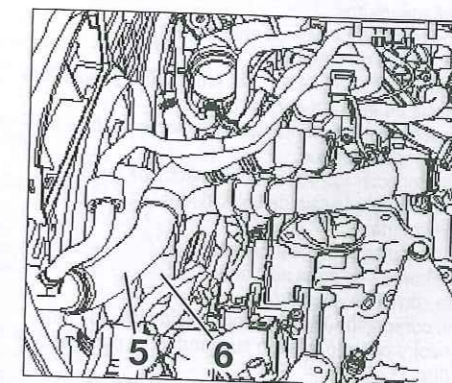

Fig. 74
- Desmontar el flexible (3) que va de la electroválvula al depósito de carbón activo.
- Desmontar los manguitos (4).
- Desbloquear los manguitos (5) y (6) y desconectarlos (Fig.74).